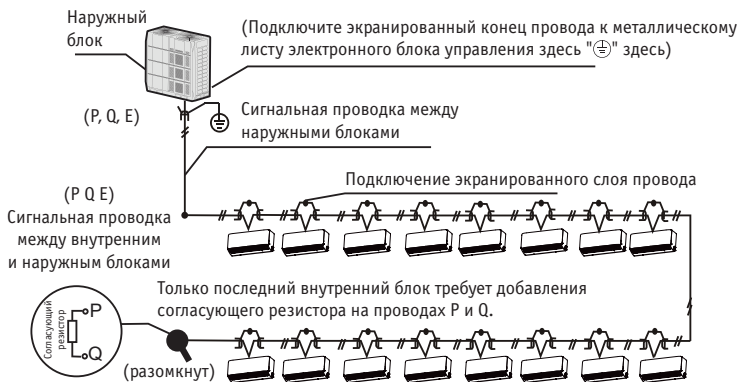

Рис. 8.7
- Сигнальная электропроводка между внутренним и наружным блоками должна соединять один блок за другим в последовательном подключении от наружного блока к последнему внутреннему. Экранированный слой необходимо должным образом заземлить, а к последнему внутреннему блоку должен быть добавлен согласующий резистор для повышения стабильности системы связи (см. рис. 8.7).